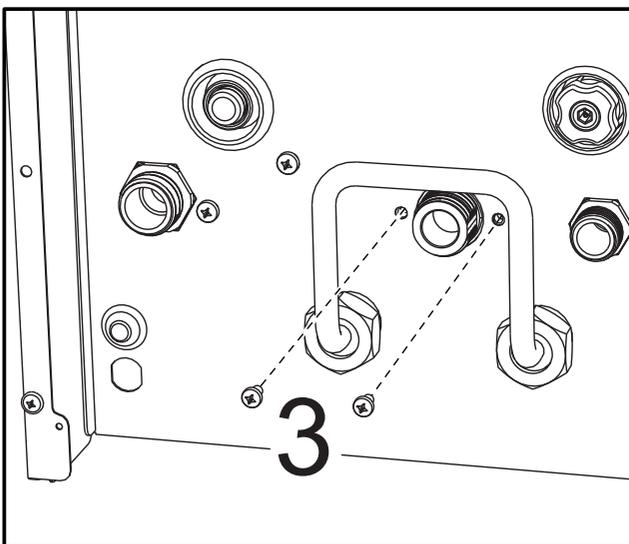

рис. 59
- Открутите винты “3” (рис. 59)